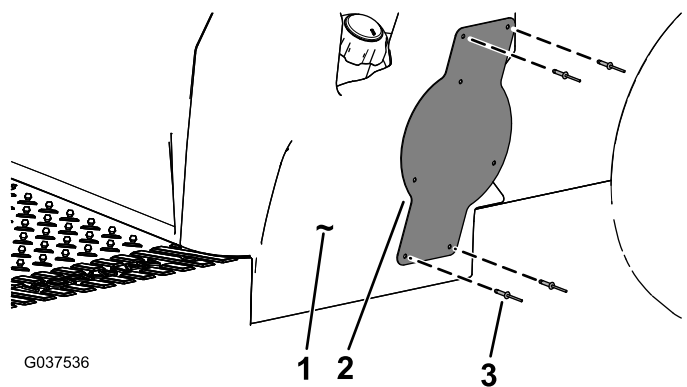

Рисунок 12
7. Установите монтажный кронштейн таблички на основание сиденья при помощи 4 закладных заклепок (3/16 x 29/32 дюйма), как показано на Рисунок 12.